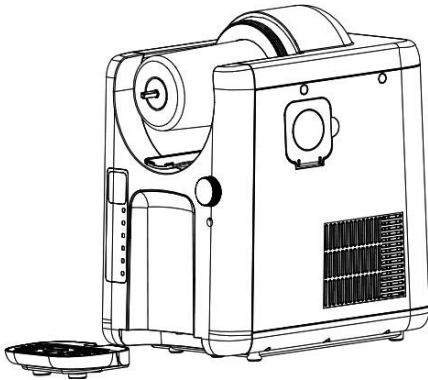

Fig. 1
7. Schuif de lekbak op de daarvoor bestemde plaats in het apparaat (fig. 1).